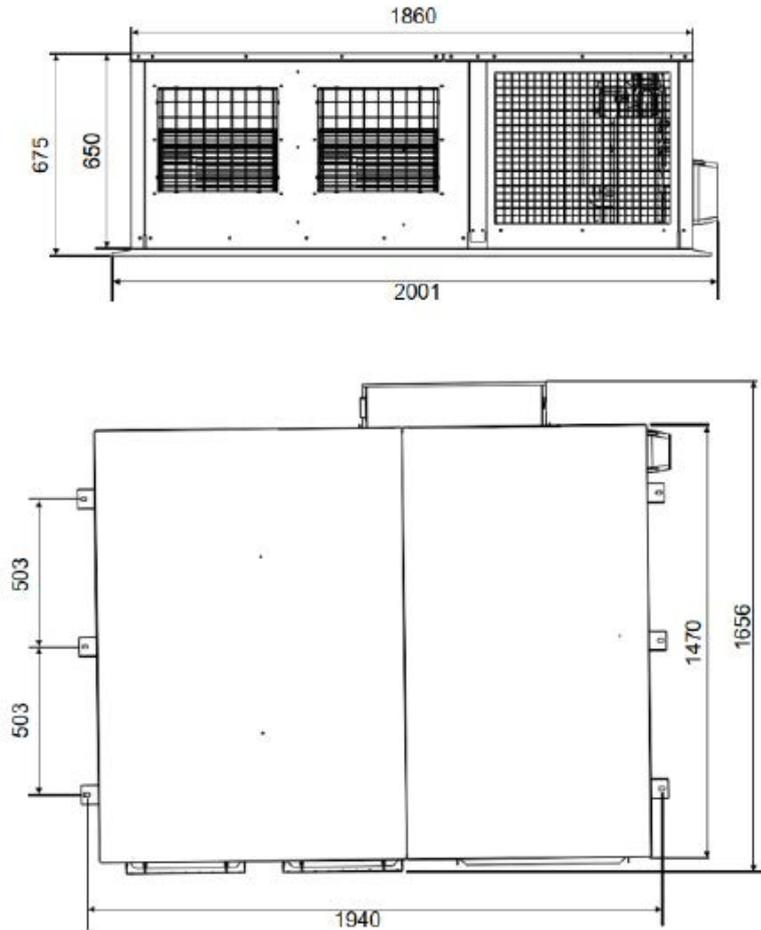

Abb. 3-2 Installation der Außeneinheit
2. Die Abb..3-2 ist anwendbar auf Modelle von MVH-H224C/DGN1